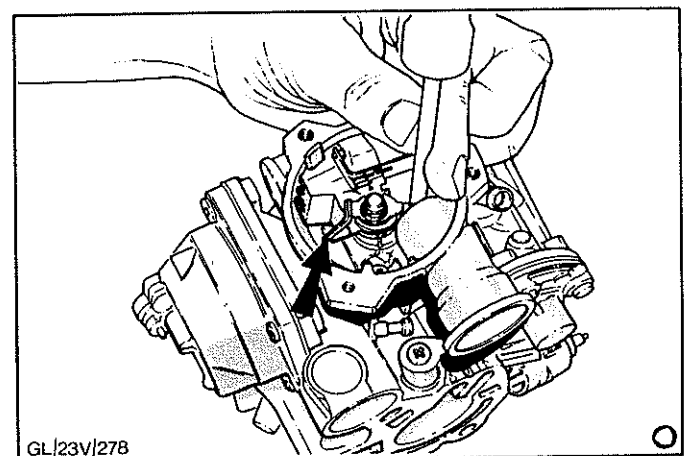

Abb.65 Verbiegen des Mitnehmerhebels - Unterdruckkolben dient zur korrekten Einstellung der Drehzahlüberhöhung
- a) Spiralbohrerschaft in die Bohrung stecken, Abb.65, und den Mitnehmerhebel - Unterdruckkolben mit einer kleinen Zange soweit zurückbiegen, wie in Abb.65 gezeigt. Dieser Vorgang ist notwendig, um sicherzustellen, daß der Unterdruckkolben in seiner Bewegung durch den Mitnehmerhebel nicht behindert wird, da ansonsten eine korrekte Drehzahlüberhöhung nicht erreicht werden kann. Der Bohrer ist erforderlich, damit das Gestänge beim Zurückbiegen des Mitnehmerhebels nicht beschädigt wird. Anschließend Bohrer wieder entfernen.